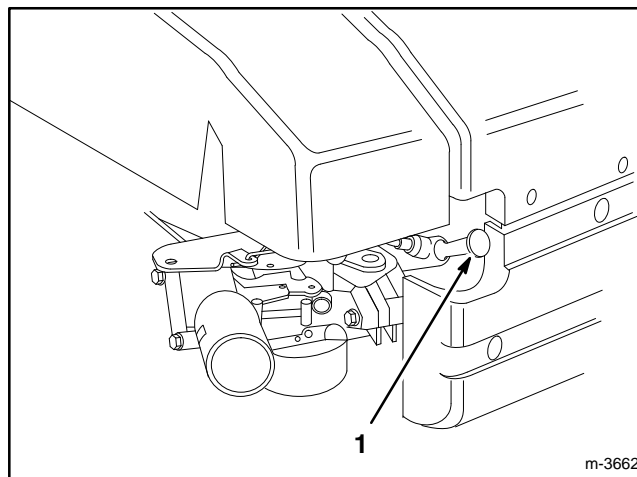

Abbildung 10
1. Das Zündkerzenkabel auf die Zündkerze stecken (Abb. 10).